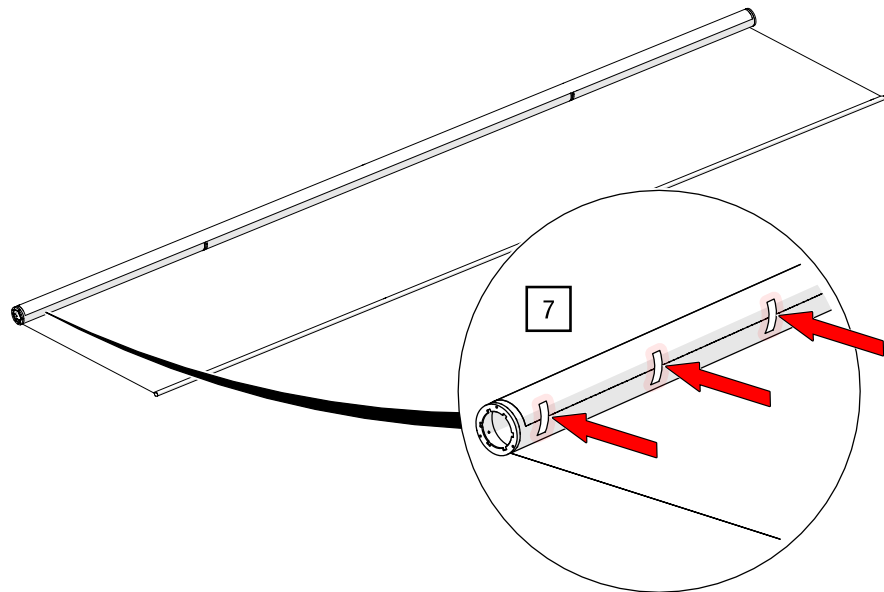

Abb. 26: Behang Montieren – Behang mit Klebeband fixieren
7. Legen Sie den Behang achsparallel und mittig auf das CFK-Rohr und fixieren Sie ihn falten- und spannungsfrei mit dünnen Klebebandstreifen im Abstand von 20 bis 30 cm (siehe Abb. 26).